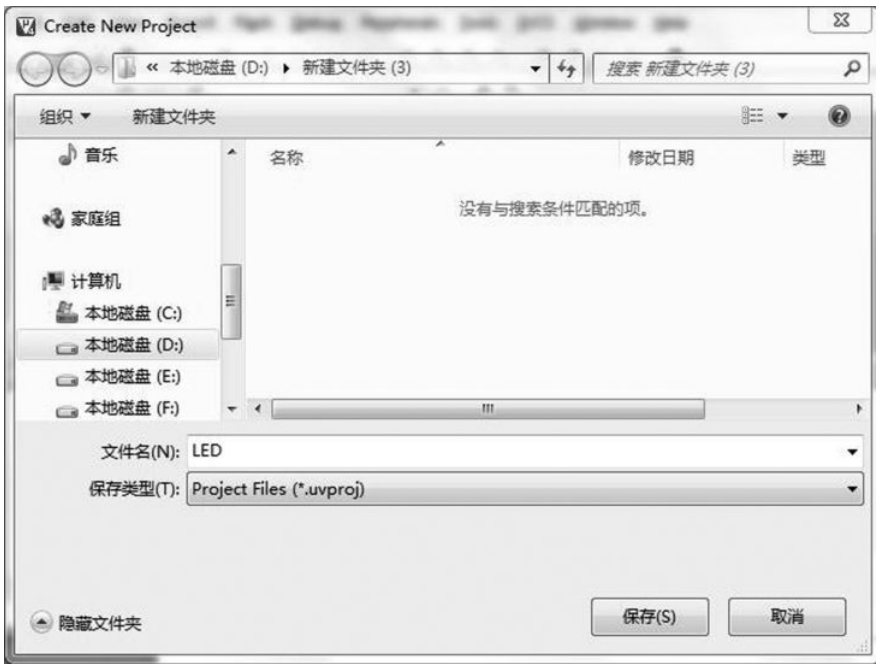

图 1.2.4 新建工程
②创建项目文件。运行【Project】菜单中的【New μVision Project...】，接着会弹出【Create New Project】对话框，如图 1.2.4 所示。我们可以选择工程需要保存的路径，输入工程文件名，然后点击【保存】按钮。